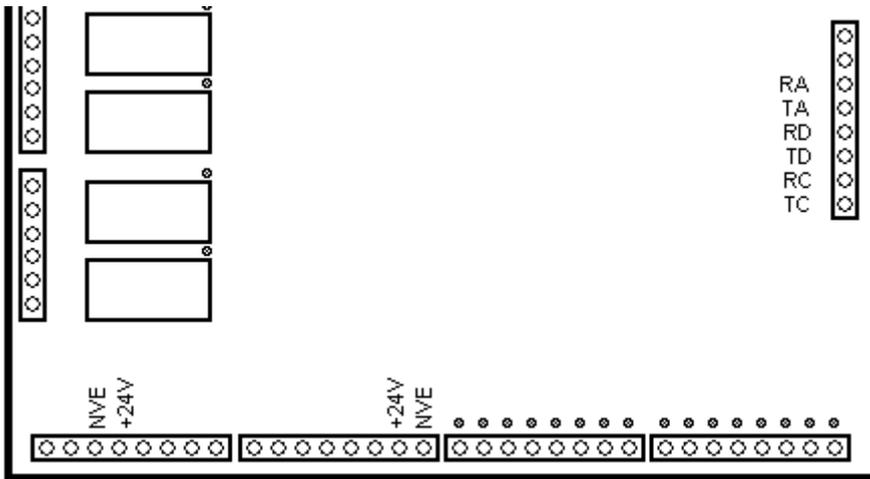
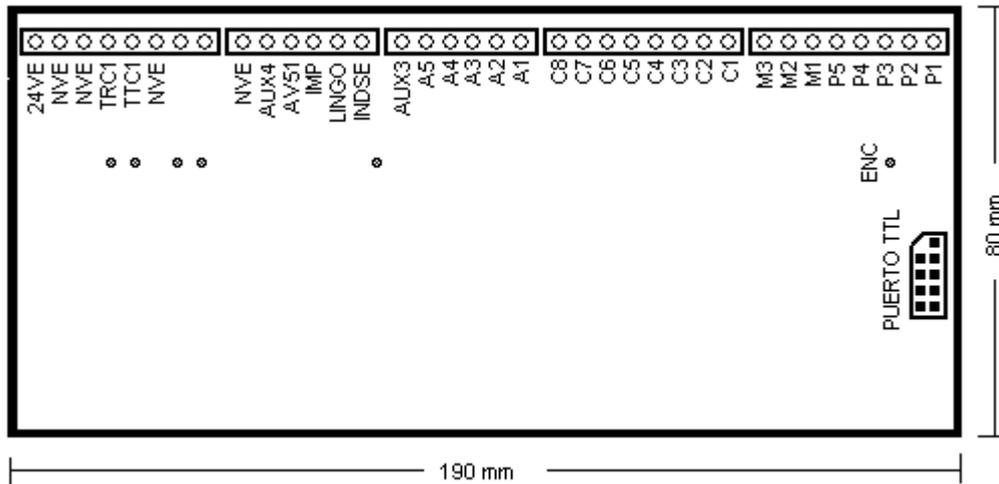
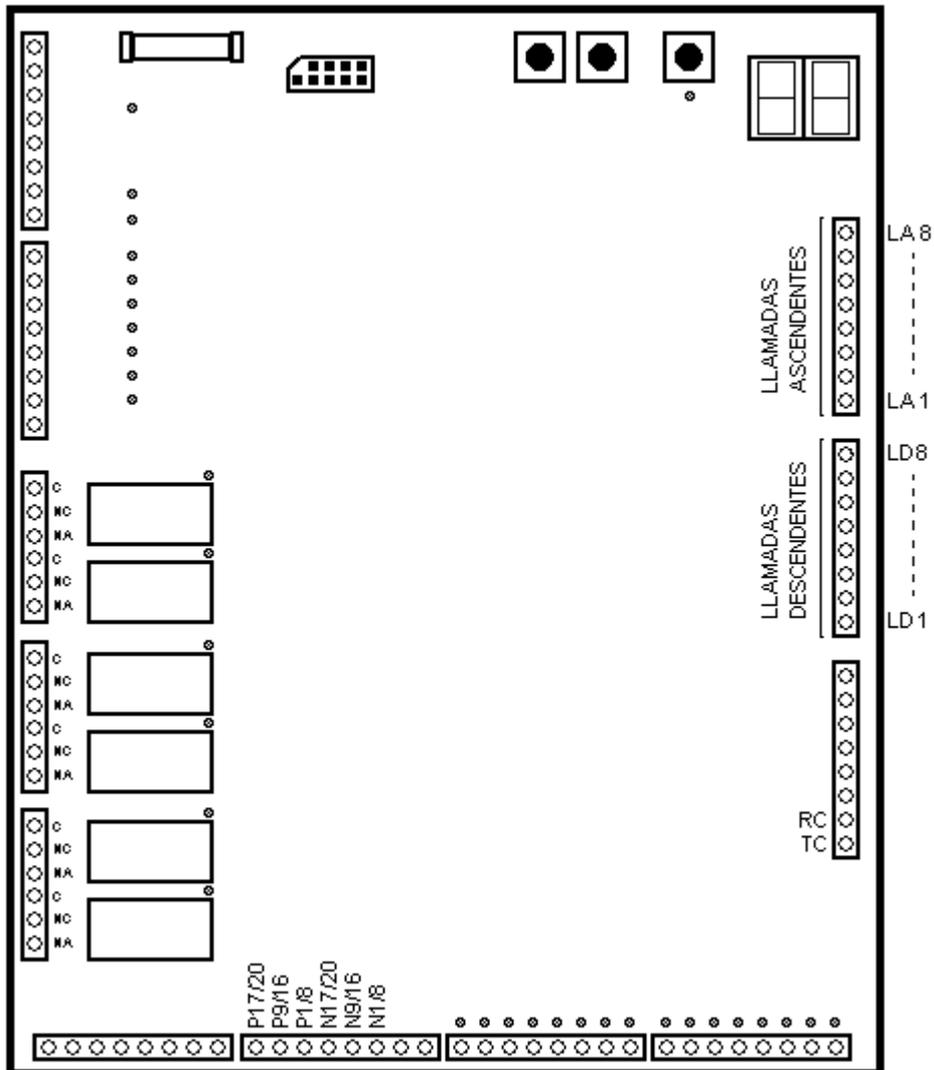

Figura 14
Figura 15
Figura 16
- Deve-se ligar uma fonte de 24Vcc entre os terminais 24VE e NVE dos acessórios CCA51SE (Figura 15) e IPS
- O terminal TC do controlador CEA36 (Figura 14) deve-se ligar ao terminal TTC1 do CCA51SE (Figura 15)
- O terminal RC do controlador CEA36 (Figura 14) deve-se ligar ao terminal TRC1 do CCA51SE (Figura 15)
- O terminal TD do controlador CEA36 (Figura 14) deve-se ligar aos terminais Tx dos IPS descendentes
- O terminal RD do controlador CEA36 (Figura 14) deve-se ligar aos terminais Rx dos IPS descendentes
- O terminal TA do controlador CEA36 (Figura 14) deve-se ligar aos terminais Tx dos IPS ascendentes
- O terminal RA do controlador CEA36 (Figura 14) deve-se ligar aos terminais Rx dos IPS ascendentes
- Deve-se ligar fonte de alimentação de 24Vcc entre os terminais 24VE e NVE do acessório CCA51SE (Figura 15)
- O terminal TC do controlador CEA36 (Figura 16) deve-se ligar ao terminal TTC1 do CCA51SE (Figura 15)
- O terminal RC do controlador CEA36 (Figura 16) deve-se ligar ao terminal TRC1 do CCA51SE (Figura 15)
- Deve-se ligar uma fonte de 24Vcc entre os terminais 24VE e NVE do acessório CCA51SE (Figura 15)